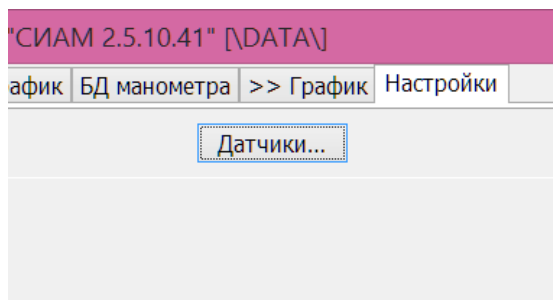

Рисунок 3. Вкладка «Настройки» в «БД СИАМ»
- нажать кнопку «Датчики» (см.Рис.3);